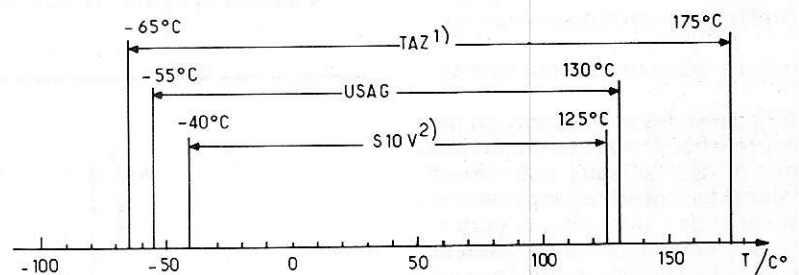

Figure 5
A la **figure 5** on effectue la comparaison des plages de température de service des TAZ, SIOV et USAG. La TAZ est la seule utilisable à des températures de service supérieures à  $130^\circ \text{C}$  et inférieures à  $-55^\circ \text{C}$ .
- (e) très grande plage de température de service (- 65...+ 175° C, cf. **figure 5**)